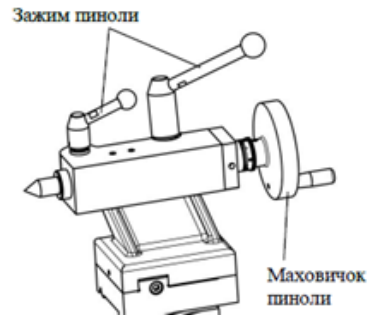

Рис. 7 Компоненты задней бабки
1. Изучить компоненты задней бабки, показанные на Рис. 7.